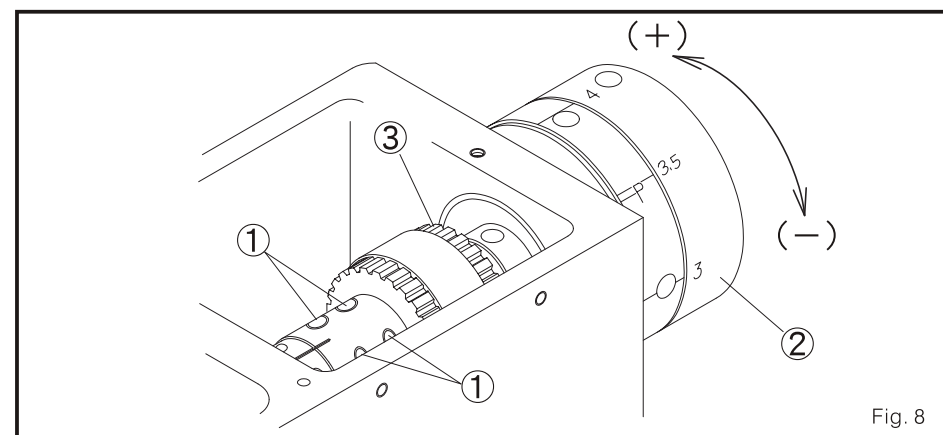

Fig. 8
4. Ajuste da coordenação (Fig. 8)